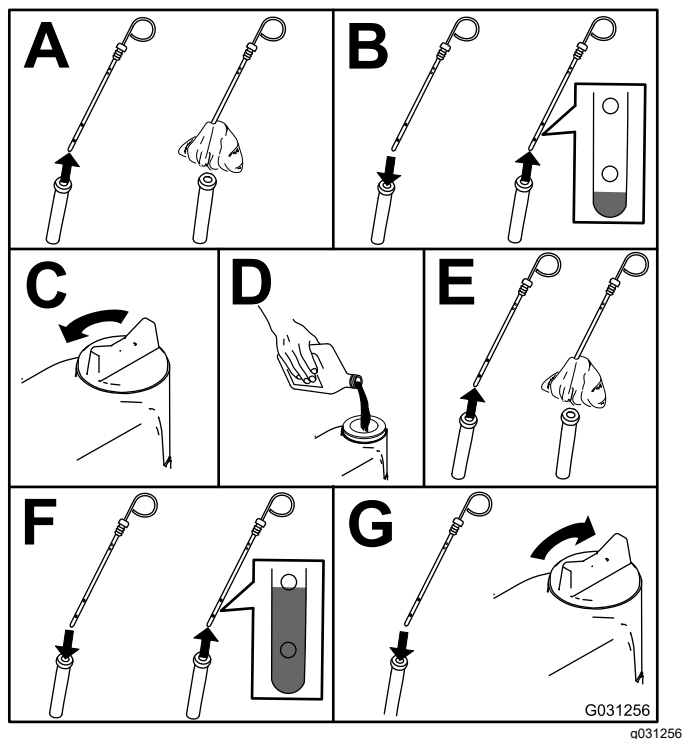

Figura 52
- Verificai nivelul uleiului de motor; consultai Figura 52.